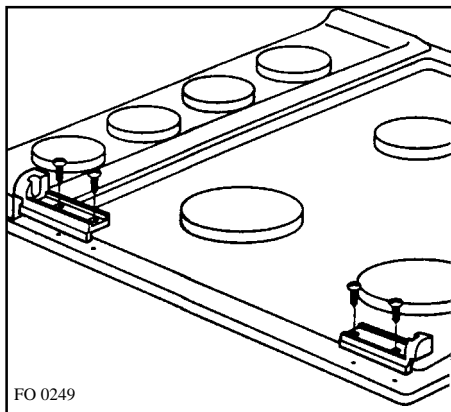

Рис. 8
- Поставьте петли крышки на предназначенные для них места и приверните имеющимися в комплекте винтами (рис. 8 - 9).